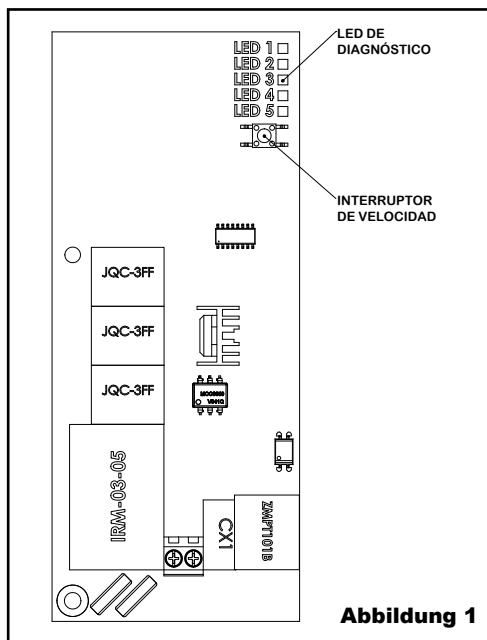

Abbildung 1
Diese Modelle verfügen über eine verstellbare Gebläsedrehzahlsteuerung mit drei Betriebsstufen – Hi (Hoch), Med (Mittel) und Low (Niedrig). Der Schalter hierfür befindet sich auf der Leiterplatte im Trockner (siehe nachstehend Abb. 1).
3. Mit dem Schalter auf der Leiterplatte im Trockner (siehe nachstehend Abb. 1) die Drehzahl des Gebläses je nach Bedarf einstellen. (Hinweis: Bei mittlerer oder niedriger Geschwindigkeit leuchtet die LED 3 auf der gedruckten Schaltung.)
Auf der Leiterplatte befindet sich ein Satz LED-Leuchten, die den Betriebsstatus des Händetrockners anzeigen. Bei der Kontaktaufnahme mit dem technischen Kundendienst (Technical Service) von World Dryer sollten Sie darauf vorbereitet sein, die Abdeckung des Trockners abzunehmen und den Zustand der LED-Leuchten anzugeben, da dieser für die Fehlersuche zweckdienlich sein kann. Siehe Abbildung 1 für die Lage der Diagnose-LED-Leuchten auf der Leiterplatte. Siehe Tabelle 4 für eine Erklärung der jeweiligen LED-Funktion.